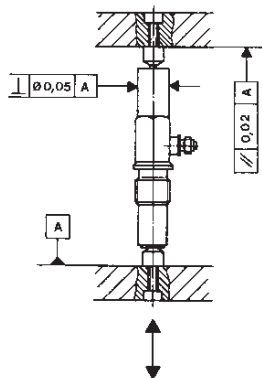

Fig. 2
- Kräfteinleitung beidseitig über die zylindrischen Kopfstücke mit M3-Gewinde (Fig. 2).
- Introduction de la force sur les faces des deux parties cylindriques avec filetages M3 (fig. 2).
- Force introduction on the faces of both cylindrical front parts with threads M3 (Fig. 2).